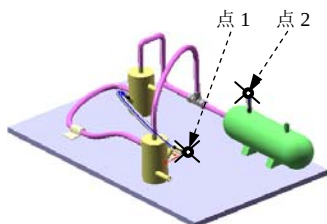
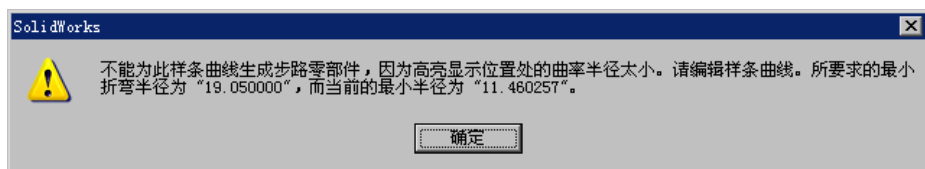

图 11.10.16 选取步路点
图 11.10.17 “SolidWorks”对话框
Step5. 创建自动步路。选择 **管筒设计** 功能选项卡中的  **自动步路(A)** 命令，系统弹出“自动步路”对话框；选取图 11.10.16 所示的点 1 和点 2 为步路点，此时系统弹出图 11.10.17 所示的对话框。单击 **确定** 按钮，单击对话框中的  按钮，完成自动步路。